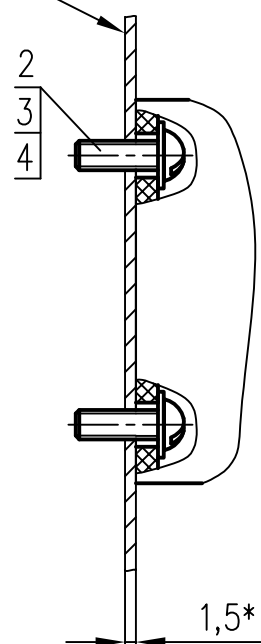

Рис. 3
- по рис. 3 в металлической стене выполнить 3 отв.  $\varnothing 3,2\text{мм}$ ;